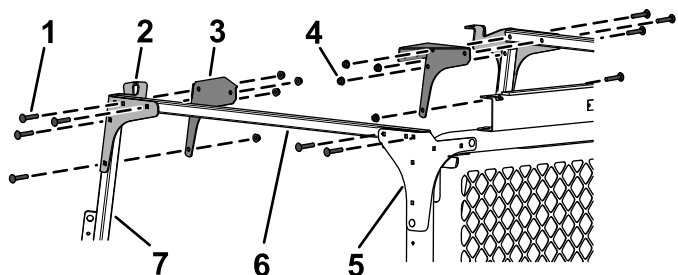

Figura 35
8. Montate, senza serrarli, i tubi di collegamento trasversali sulle staffe di montaggio posteriori e sui rinforzi degli angoli posteriori con 4 bulloni a testa tonda (5/16" x 1¾") e 4 dadi flangiati (5/16") come illustrato nella **Figura 35**.